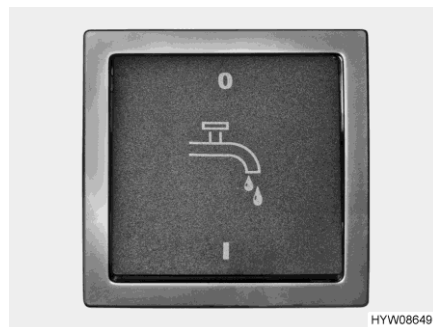

Fig. 153 Interrupteur (pompe à eau)
- ▷ L'alimentation 12 V (sur le panneau de contrôle) et la pompe à eau (avec l'interrupteur (Fig. 153)) doivent être mis en marche avant de pouvoir utiliser la robinetterie. Sinon, la pompe à eau ne fonctionne pas.